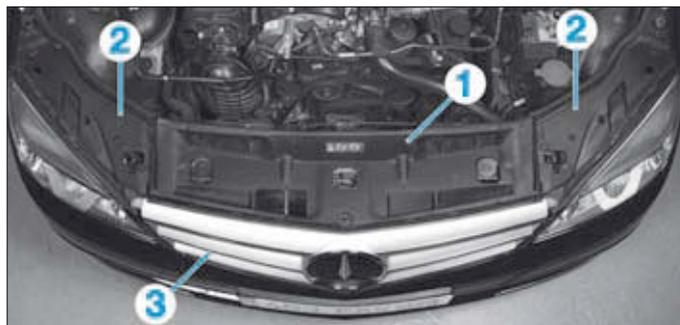

FIG.43
- Déposer (Fig.43) :
- l'enjoliveur central (1),
- les enjoliveurs latéraux (2),
- la calandre (3) (voir chapitre "Carrosserie").